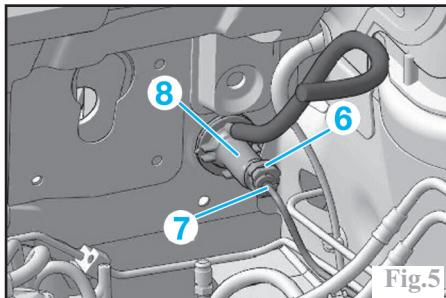

Fig.5
- L'agrafe (6) (Fig.5).
- Le tuyau (7).